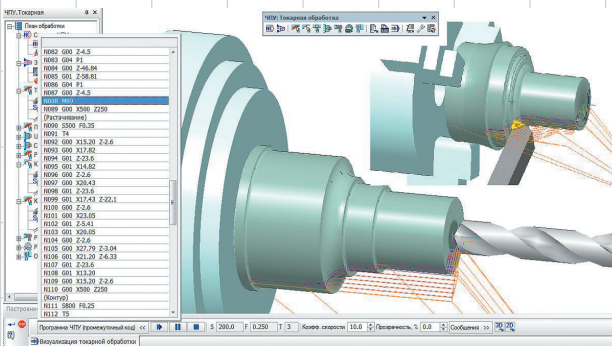

Рис. 6
- «Модуль ЧПУ. Токарная обработка» (рис. 6) предназначен для автоматизации разработки управляющих программ для токарных станков с ЧПУ (2-координатная обработка);